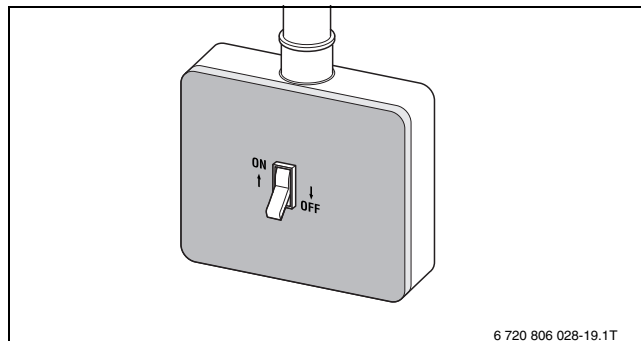

Fig. 8 Interrupteur principal (position OFF)
- ▶ Régler l'interrupteur principal en position **OFF** (→ fig. 8). L'alimentation électrique de la chaudière et de tous ses modules (par ex. brûleur, thermostat) est coupée.